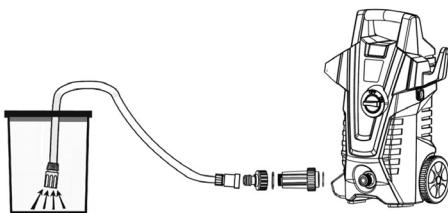

Рис. 8 Подключение аппарата к накопительной емкости
- После полного заполнения шланга водой опустите свободный конец шланга в емкость с водой (Рис. 8).